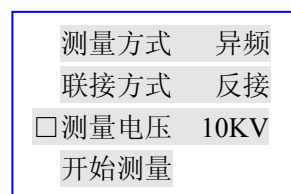

图 6 测量电压
- ③ 按“ENT”键，光标进入“**联接方式 □ 正接**”，按“▲”、“▼”键，则调整为“**联接方式 □ 反接**”，按“ESC”键，光标移至首位，再按“▼”键，将光标移至下一排“**测量电压**”前，见图 6 所示。